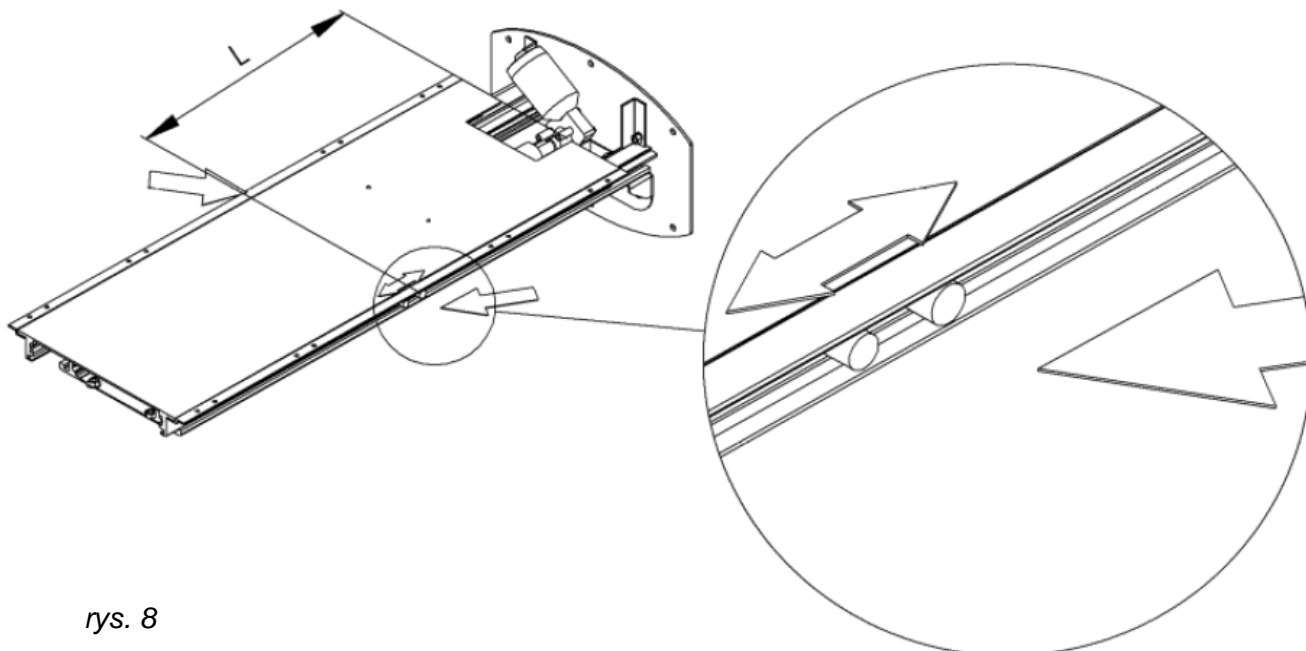

rys. 7
7. Przykręć zawieszę sufitowe do uchwytu i górnej części podnośnika (rys. 7).